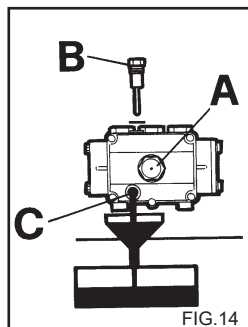

FIG.14
**2)** Desaperte o tampão com a vareta de controlo do nível (fig. 14).